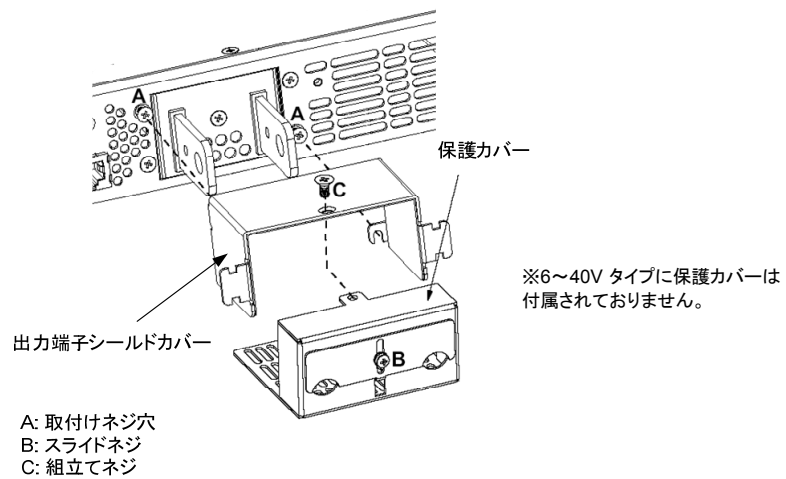

図 2-14 出力端子用シールドカバーの取付け
- ◆ バスバーのシールドカバーを筐体に取り付ける場合は、下図 2-14 を参照してください。